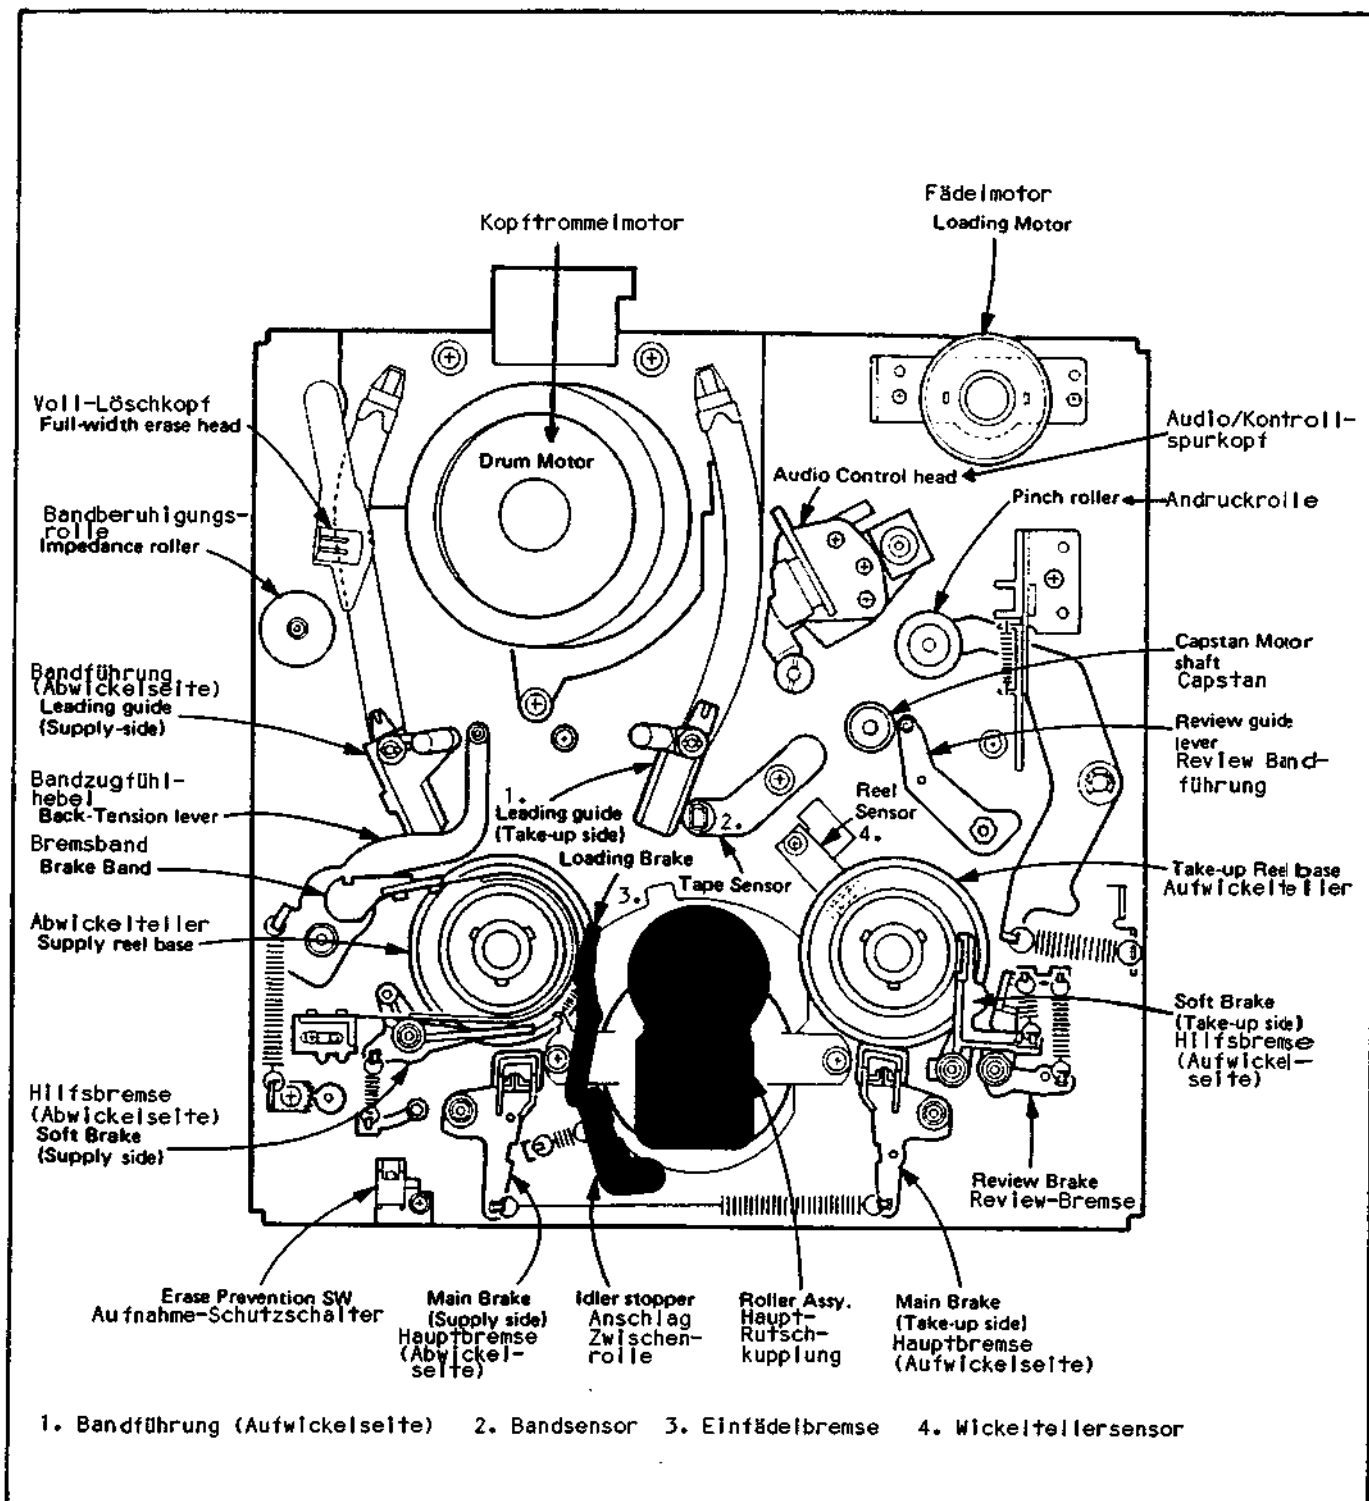

Bild 1.1.1. Laufwerkansicht von oben
1.1 DIE WICHTIGSTEN LAUFWERKTEILE , BILDER 1.1.1 UND 1.1.2 (MAIN MECHANISM COMPONENTS AND LAYOUT DIAGRAM, Figs.1.1.1 a. 1.1.2)
(Fig.1.1.1 Mechanism Assembly Top View)